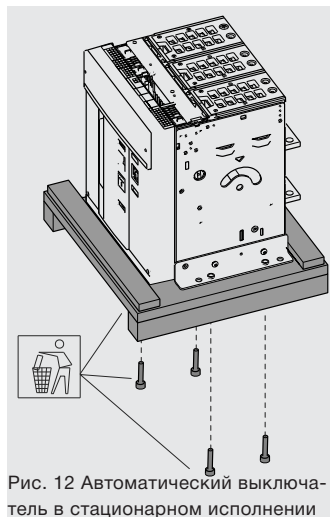
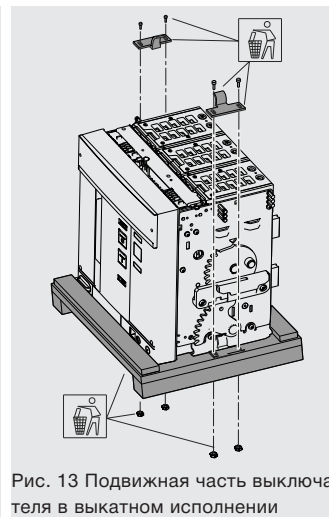
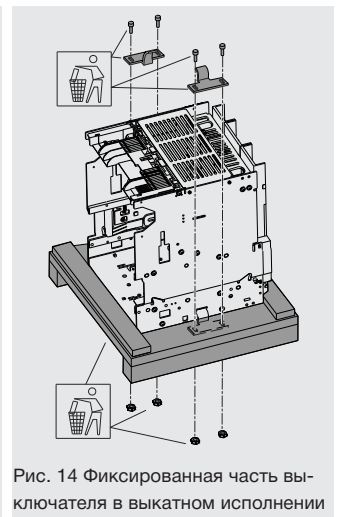

Рис. 12 Автоматический выключатель в стационарном исполнении
Рис. 13 Подвижная часть выключателя в выкатном исполнении
Рис. 14 Фиксированная часть выключателя в выкатном исполнении
5. Удалить крепежные винты (см. Рис. 12 «Автоматический выключатель в стационарном исполнении»). Удалить крепежные винты и скобы (см. Рис. 13 «Подвижная часть выключателя в выкатном исполнении» и Рис. 14 «Фиксированная часть выключателя в выкатном исполнении»).